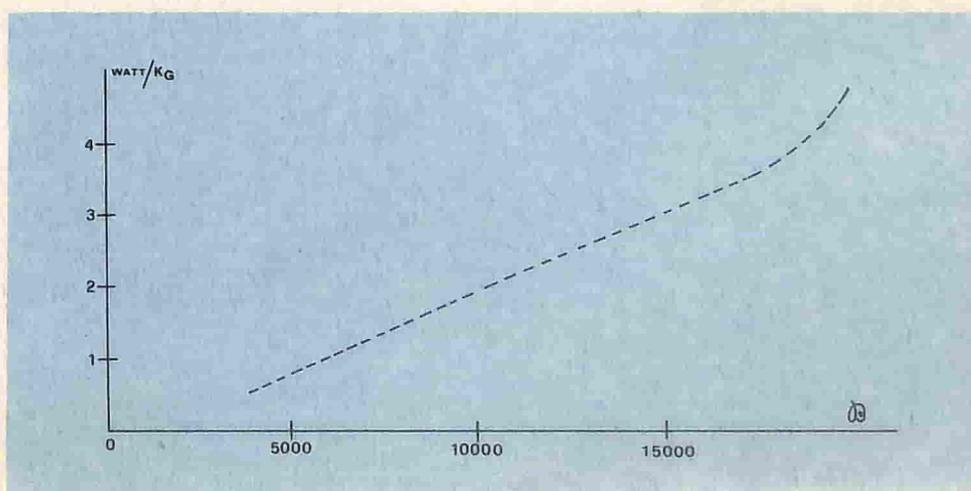

Fig. 2 - Grafico relativo all'induzione magnetica nei confronti della frequenza di rete.
3) Perdite nel ferro in watt/kg in funzione dell'induzione "B"; generalmente queste perdite si intendono valutate alla frequenza di 50 periodi; le curve si ricavano sperimentalmente e dipendono dalla qualità del ferro e da altri fattori; poiché il tracciarle è operazione troppo complessa, si può ritenere valida quella data in Fig. 2, per impiego di malierini al silicio, come sono appunto quelli di solito usati nella costruzione dei piccoli trasformatori, e per spessori normali; essa dice che per B = 1000 si può ritenere di circa 2 watt/kg.
Nelle considerazioni che seguono riteniamo questo valore costante per i nuclei dei trasformatori, mentre per quelli delle resistenze induttive, nelle quali "B" ha valori generalmente più alti, si dovrà ricorrere alla Fig. 2 i cui valori si riferiscono a una frequenza di 50 periodi. Se si devono costruire un certo numero di trasformatori, sarà bene montare dapprima un nucleo sperimentale, circondato da un opportuno avvolgimento, per rilevarne le curve magnetiche, secondo il sistema che esponiamo.